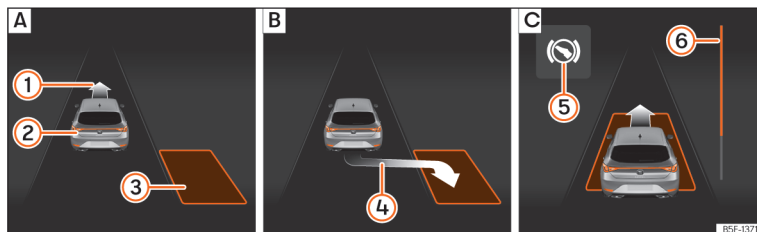
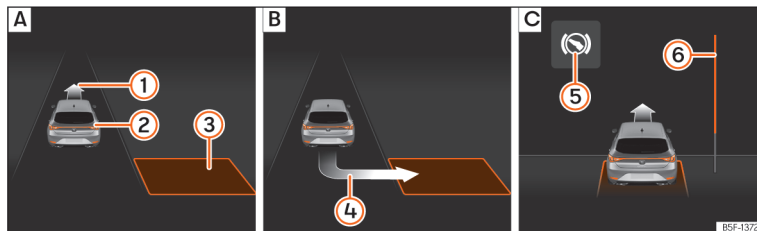

Fig. 159 No ecrã do painel de instrumentos: estacionar em paralelo. **A**: Procurar um lugar de estacionamento. **B**: Posição para estacionar. **C**: Manobrar.
Fig. 160 No ecrã do painel de instrumentos: estacionar em espinha. **A**: Procurar um lugar de estacionamento. **B**: Posição para estacionar. **C**: Manobrar.
para estacionar >>> **Fig. 159 B** ou >>> **Fig. 160 B**. O lugar foi considerado “apropriado” se no ecrã do painel de instrumentos aparecer a indicação de estacionar ④.
- Retroceda até o sinal contínuo do ParkPilot soar; **OU:** retroceda até aparecer a indicação de marcha à frente no ecrã do painel de instrumentos »» Fig. 159 [C] ou »» Fig. 160 [C]; **OU:** retroceda até aparecer a mensagem **Park Assist finalizado** no ecrã do painel de instrumentos. A barra de progresso ⑥ indica a distância a percorrer.
- Carregue no pedal do travão até o sistema de estacionamento assistido terminar de realizar as rotações do volante; **OU:** até o símbolo ⑧ no ecrã do painel de instrumentos se apagar.
- Faça marcha à frente até soar o sinal contínuo do ParkPilot; **OU:** faça marcha à frente até aparecer a indicação de fazer marcha-atrás no ecrã do painel de instrumentos. O sistema de estacionamento assistido manobra o veículo em frente e em marcha-atrás até centrá-lo no lugar »» Fig. 159 [C] ou »» Fig. 160 [C].
A barra de progresso »» Fig. 159 ⑥ e
»» Fig. 160 ⑥ mostra simbolicamente no ecrã do painel de instrumentos a distância relativa que ainda falta percorrer. Quanto maior for a distância, mais cheia está a barra de progresso. Ao circular em marcha à frente, o conteúdo da barra de progresso diminui para cima, e ao circular marcha-atrás, diminui para baixo.